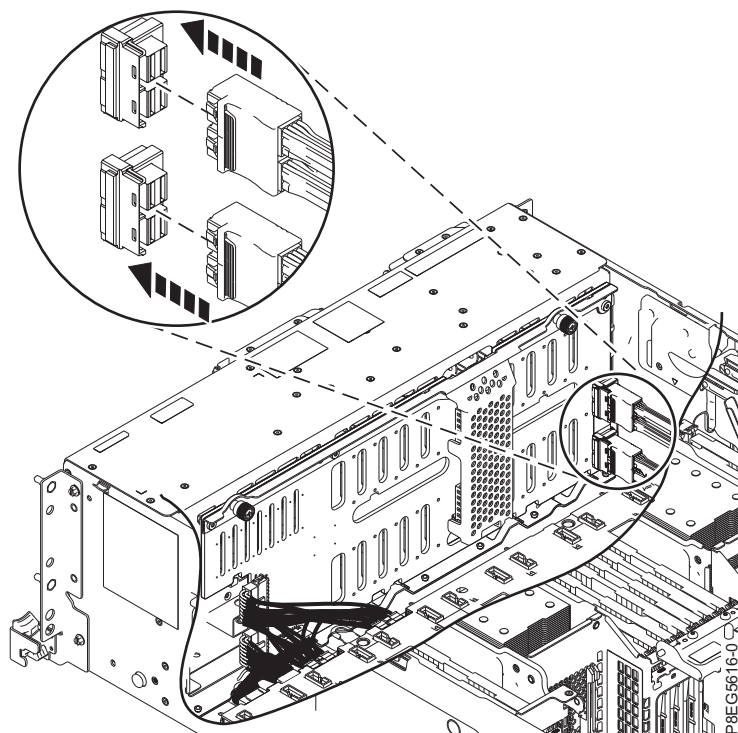

Figure 19. Reconnexion des câbles SAS avant
6. Reconnectez les câbles SAS avant au fond de panier d'unité de disque, comme indiqué dans la figure 19, à la page 21. Appuyez sur les connecteurs jusqu'à ce que vous entendiez un clic. Placez les